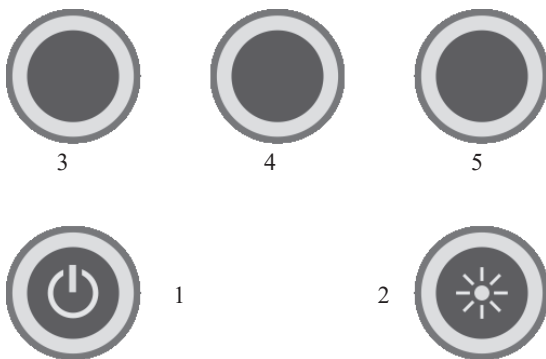

Рис.2 Кнопки управления: 1 – кнопка включения/ выключения прибора; 2 – кнопка подсветки дисплея; 3, 4, 5 – функциональные кнопки.
На лицевой стороне БОИ расположены: дисплей и органы управления: кнопки ВКЛ./ВЫКЛ., ПОДСВЕТКА и три функциональные кнопки (Рис.2). На обратной стороне БОИ
5.6 Включение прибора и его отключение производится однократным нажатием кнопки ВКЛ./ВЫКЛ. (1, Рис.2).
(В) – экран отображает текущие измеряемые значения. Нажатие функциональной клавиши 3 (3, Рис.2) сохраняет текущее значение освещенности в память прибора. Длительное нажатие клавиши 3 включает/выключает режим “Логгер” - режим сохранения данных в память прибора, с заданной периодичностью. При нажатии функциональной клавиши 4 (4, Рис.2), на дисплее запоминается текущее значение освещенности - режим “Пауза“. Повторное нажатие функциональной клавиши 4 отключает режим “Пауза“. Нажатие функциональной клавиши 5 (5, Рис.2) позволяет перейти в меню настроек прибора.
Нажатие и удержание функциональной клавиши 4 (4, Рис.2) в любом из пунктов меню настроек прибора, позволяет вернуться в режим измерений (к экрану (B)).